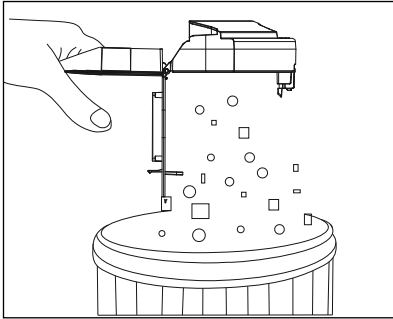

Abb. 9
- 3) Entleeren Sie den Inhalt des Staubbehälters **16** in einen Abfallbehälter (siehe Abb. 9).